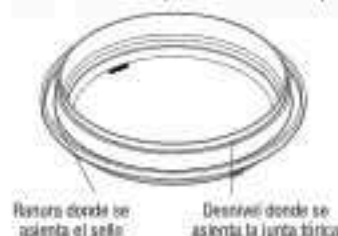

Figura 16. Colocación de la junta tórica de prueba de presión azul
- Coloque la junta tórica azul en el nivel ubicado a 1/8" desde la parte inferior de la tapa. Consulte la Figura 16.